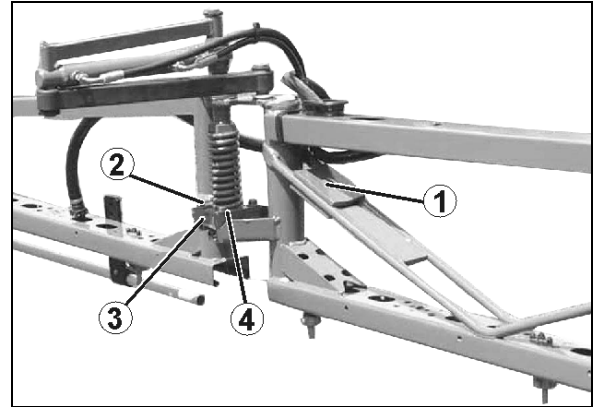

Fig. 172
1. Desserrez le contre-écrou de la vis de réglage (Fig. 172/1).